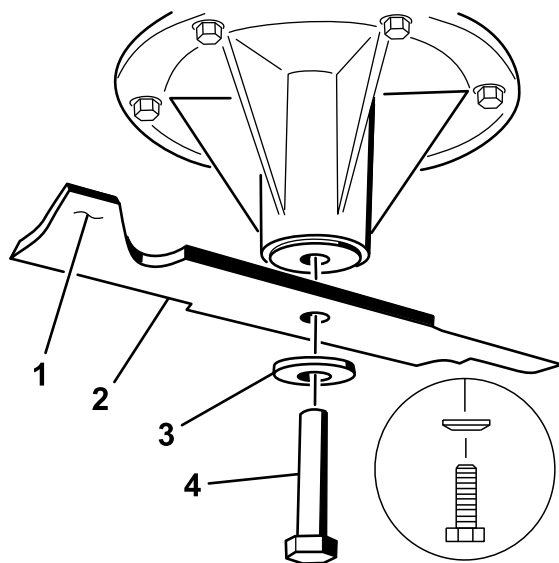

Figure 72
2. Placez la lame sur l'axe (Figure 72).
3. Montez la rondelle bombée et le boulon de la lame (Figure 72).
Remarque: Le cône de la rondelle bombée doit être dirigé vers la tête du boulon (Figure 72).